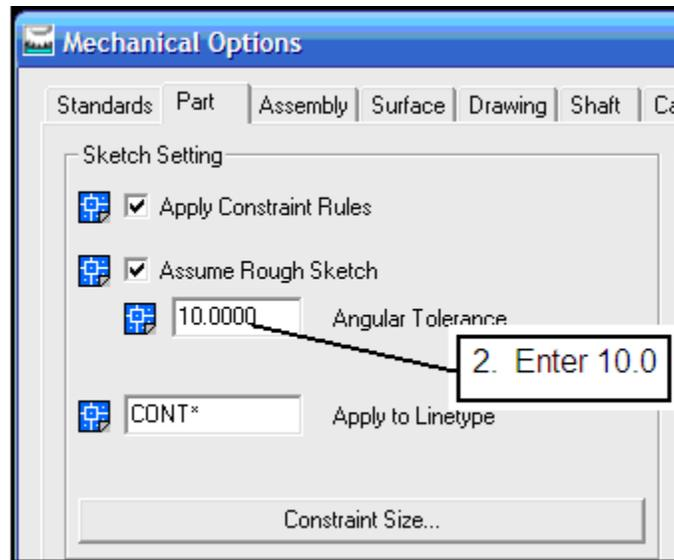

Figura 83
7. En la ventana de Mechanical Option damos un clic en la pestaña Part e introducimos 10.0 un valor de la tolerancia angular como se muestra en la figura 83.